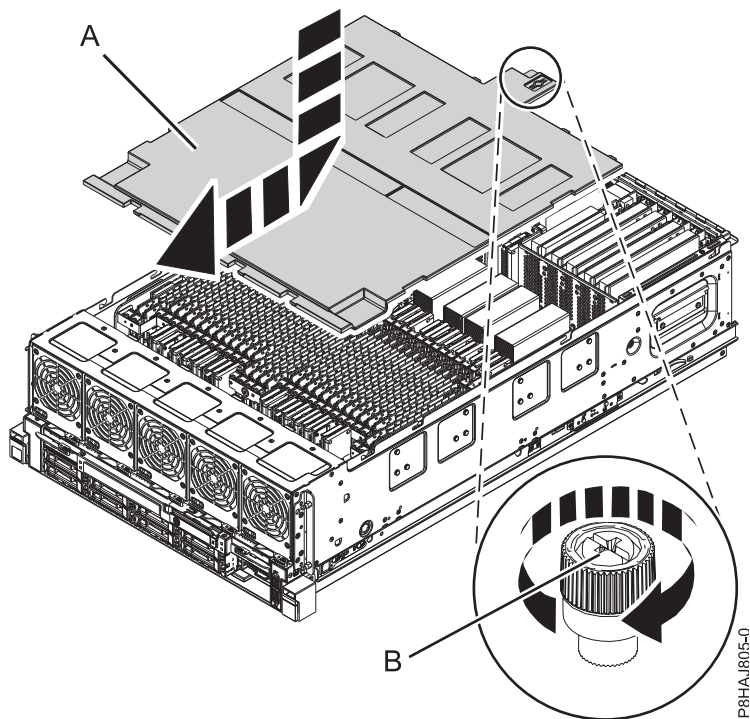

Figura 34. Substitució de la coberta de seguretat
2. Empenyeu la coberta de seguretat (A) cap al xassís.
3. Colleu el cargol de mà (B) fent-lo girar en la direcció que es mostra a la Figura 34 a la pàgina 48 per fixar la coberta de seguretat al xassís.